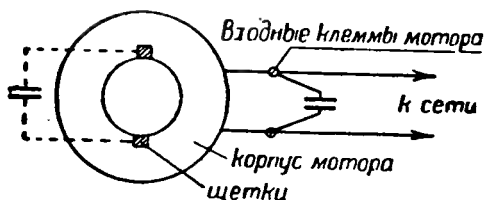

Рис. 1
1. Подключить параллельно входным клеммам или щеткам мотора конденсатор в  $2 \mu\text{F}$  (рис. 1).